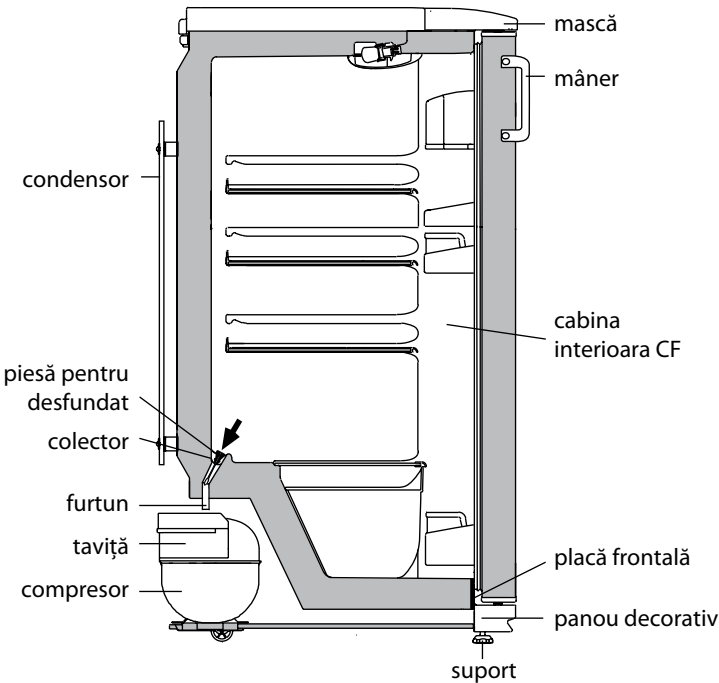

Figura 4 – Schema de scurgere a apei topite CF
2.2.1 În CF este utilizat un sistem automat de decongelare. Bruma, care apare pe peretele din spate a CF, după oprirea compresorului, se topește și se transformă în picături de apă. Picăturile de apă topită se scurg în tavă, prin gaură - în conductă de ramificație și intră în vasul compresorului în conformitate cu figura 4 și se evaporă.
2.2.2 Este necesar în mod regulat (cel puțin o dată în 3 luni) să fie verificată curățenia tavii și să se verifice absența apei în tavă. Prezența apei în tavă indică infundarea sistemului de drenaj. Pentru a elimina blocajul, curățați gaura din tavă cu o perie, astfel ca apa fără obstacole să scurgă în vas, spălați peria și instalați-o în conformitate cu figura 4.
SE INTERZICE utilitatea frigiderului cu un sistem de drenare infundat. Apa, care a aparut in partea de jos a CF sau ce a aparut in locul de contact cu placa frontala a cabinei interioare a CF, in conformitate cu figura 4 poate cauza corodarea cabinei exterioare a frigiderului, poate afecta izolatia termica, poate duce la formarea fisurilor cabinei interioare a frigiderului si defectarea frigiderului.